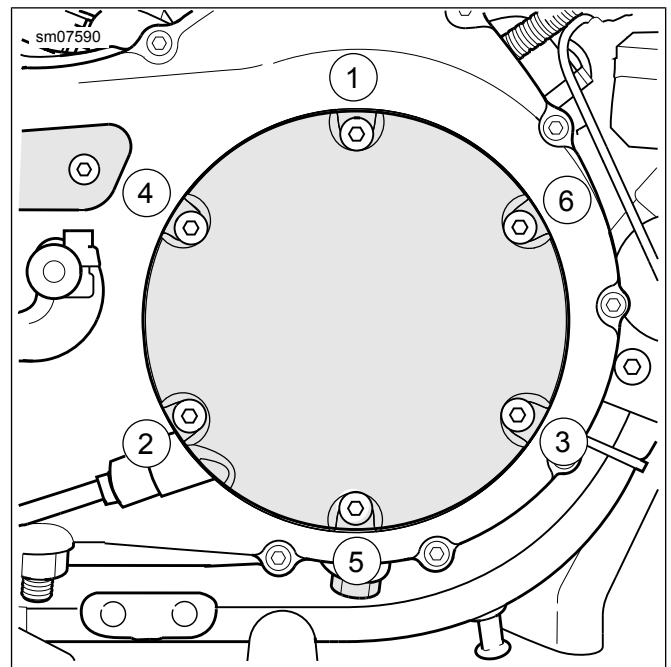

Abbildung 2. Anzugsreihenfolge für den Kupplungsinspektionsdeckel
2. Die **neue** Abdeckung (1) einbauen und mit Schrauben (2) und Unterlegscheiben (3) befestigen.
3. Siehe Abbildung 2. Die Schrauben über Kreuz anziehen. Drehmoment: 9,5–12,2 N·m (84–108 in-lbs)